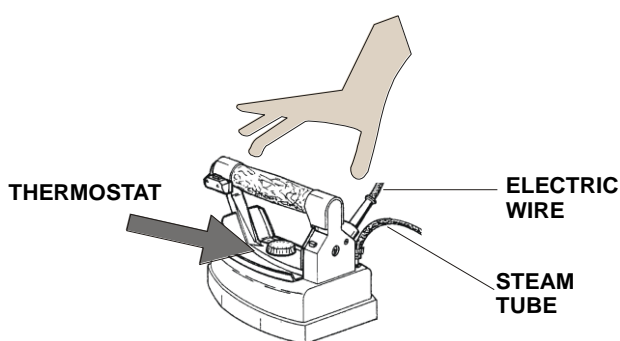
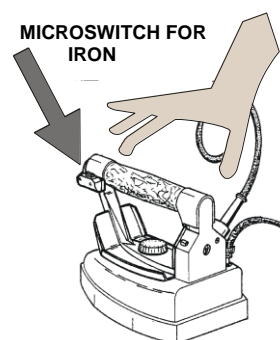

Рис. 2
Рис. 3
1. Гладить утюгом изделие для глажения (рис. 3), периодически нажимая на кнопку подачи пара на утюге и одновременно нажимать на педаль вытяжки воздуха из гладильного стола (рис. 1). Причем педаль включения вытяжки рекомендуется держать нажатой на несколько секунд дольше, чем кнопку подачи пара на утюге, что поможет быстрее высушивать изделие на гладильном столе. Для более качественного глажения советуем регулятор температуры утюга (рис. 2) устанавливать в конечную позицию "cotone".
4. При сухом глажении термостат утюга (рис. 2) можно регулировать в зависимости от рекомендации по глажению конкретных тканей. При глажении с применением пара регулятор на утюге устанавливать в позицию "cotone".
4. При поврежденной электропроводке утюга (рис. 2);
5. При потере воды из утюга (рис. 3);
7. Промывать или чистить утюг водой (рис. 3).